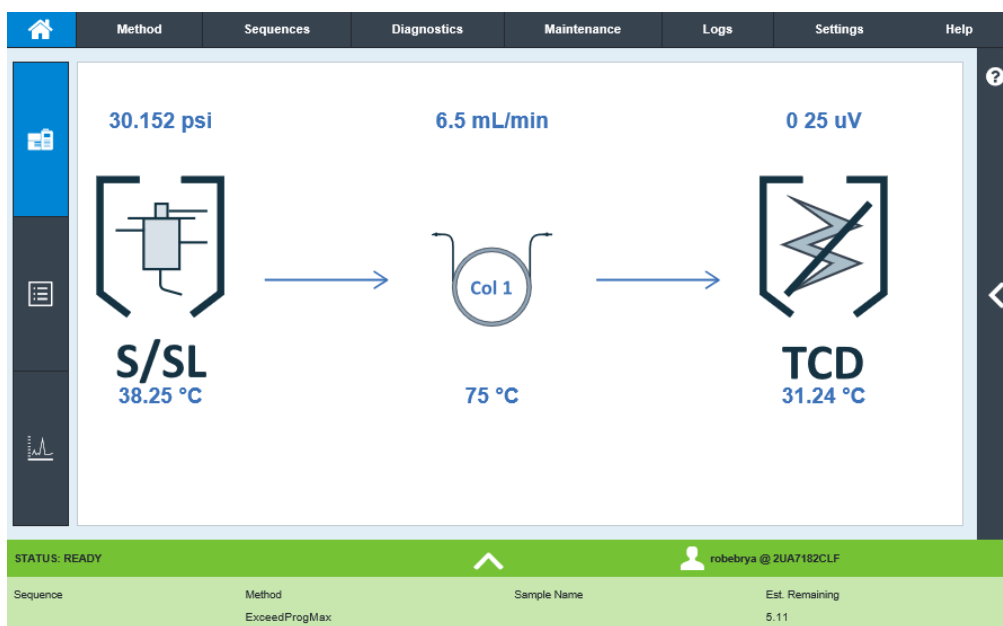

Abb. 3 Homepage der Benutzeroberfläche des Browsers
- 4 Drücken Sie „Enter“. Die Benutzeroberfläche des Browsers wird im Browser geöffnet. Siehe Abb. 3.